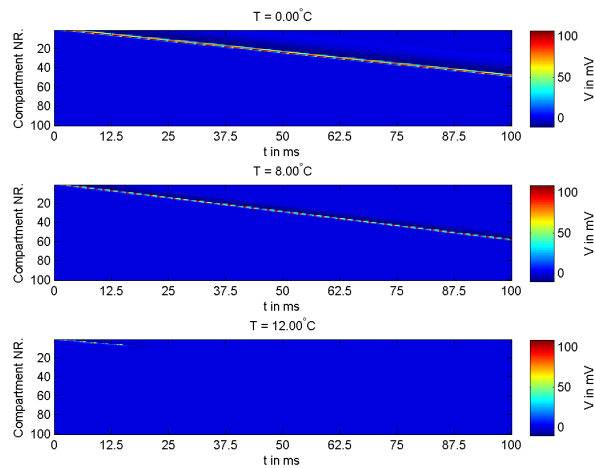

Figure 7. Veränderung des Parameters $T = [0.00, 8.00, 12.00]^\circ\text{C}$
- e) Die Temperatur beeinflusst die Änderung der Gating Variablen. Somit laufen die Reaktionen bei einer höheren Temperatur schneller ab. Dies sieht man auch in der Ausbreitung des Aktionspotentials. Bei niedrigerer Temperatur nahe 0°C kommt das Aktionspotential in 100ms nur bis Compartment 50. Bei höheren Temperaturen schon bis Compartment 60. Ist die Temperatur zu hoch (ab ca. 12°C) funktioniert das Differentialgleichungssystem nicht mehr. Man sieht zwar, dass am Anfang das Aktionspotential sehr schnell weitergeleitet wird, jedoch kommt es nach ein paar Compartments zum Erliegen. (vgl. Abb. 7)